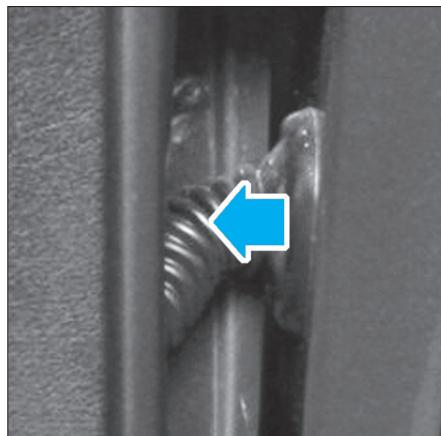

Fig. 60
- Ecartez la porte, puis débrancher le connecteur alimentant la porte (Fig.60).